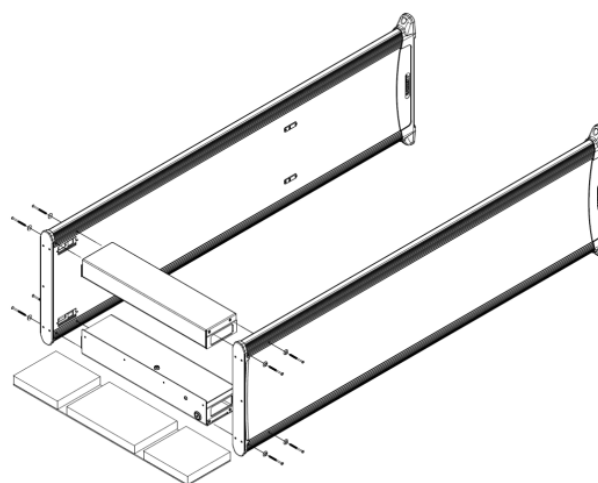

Рисунок 2
2. Положите упаковочный пенопласт между панелями. Положите сверху на пенопласт блок управления, клавиатурой вниз. (см. Рисунок 2)